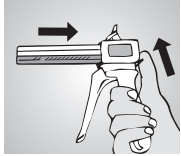
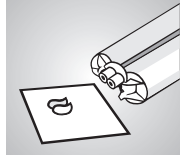
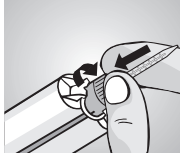

Fig. 2
Fig. 3
Fig. 4
Exprimir los cartuchos con la pistola del sistema Automix2 (Fig. 2). Retirar la tapadera del cartucho girándola, después de insertar el cartucho. Exprimir una cantidad pequeña del material, hasta que el material salga proporcionalmente de las dos aperturas (Fig. 3). Para posar la cánula de mezcla hay que tener en cuenta las conductas en la cánula y el cartucho. Retener girando en sentido contrario (Fig. 4). La dosificación puede efectuarse ahora individualmente. Después del uso se deja la cánula de mezcla sobre el cartucho hasta el próximo uso. ¡Utilizar solamente cánulas de mezcla **tempofit® semi** 10:1 azules!
- Para asegurar una mezcla homogénea: Antes de colocar la cánula de mezcla, **siempre** dispensar una pequeña cantidad del material, hasta que la base y el catalizador salgan **uniformemente de ambos orificios** del cartucho (Fig. 3).